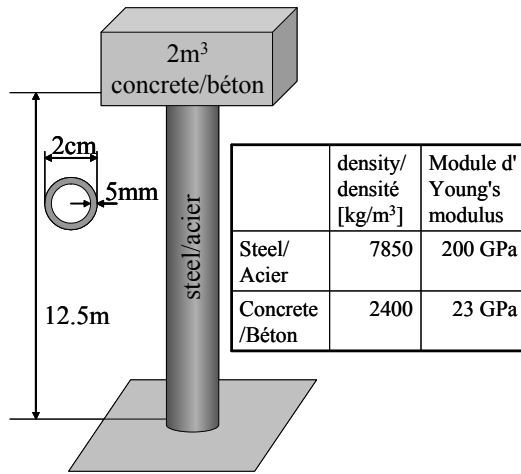

Figure 1
1. A 12.5m long steel cylinder supports a 2m^3 concrete bloc with geometrical and material properties illustrated in Fig. 1. Calculate by how much the steel cylinder will shorten under both the concrete block weight and its own weight (25 pts).
- Un cylindre d'acier de 12.5m de long supporte un bloc de béton de 2m³. Les propriétés géométriques et des matériaux sont illustrées à la Fig. 1. Calculez quel sera le raccourcissement du cylindre d'acier sous le poids du bloc de béton et sous son poids propre.